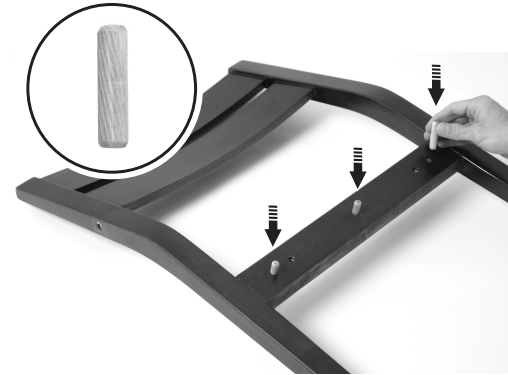

Figure 3
- Carefully place the back frame (A) on a clean, non-abrasive work surface with the front of the frame facing upward, as shown in figure 3.
- Insert the three wood dowels (F) into the pre-drilled holes on the back frame (A), as shown in figure 3. There may be some resistance. A light tap may be required to insert the dowels completely.
- Placer le cadre du dossier (A) sur une surface propre et non abrasive avec l'avant du cadre tourné vers le haut, comme illustré à la figure 3.
- Engager les trois chevilles en bois (F) dans les trous déjà percés dans le cadre du dossier (A), comme illustré à la figure 3. Une petite résistance peut être sentie et il peut être nécessaire de frapper légèrement les chevilles pour les engager complètement.